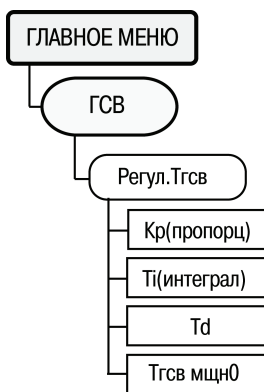

Рисунок 6.20
6.12.13 Для задания параметров, определяющих функционирование регулятора контура ГВС, служит пункт меню **//ГВС/Регул.Тгвс** (рисунок 6.20). В этой ветви располагаются параметры ПИД-регулятора, используемые при управлении КЗР ГВС с дискретным, либо аналоговым управлением. Коэффициенты могут быть определены автоматически в режиме автонастройки АНР ГВС.